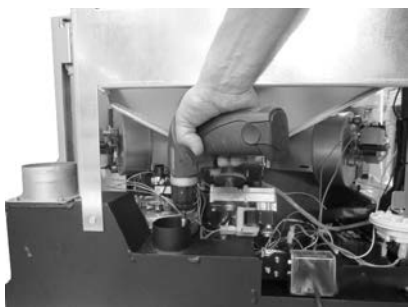
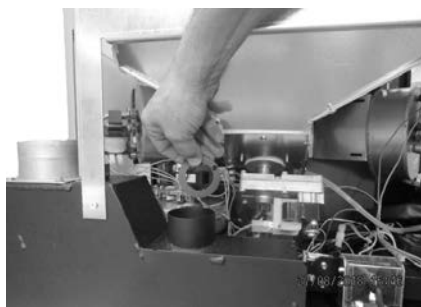

Fig. 12 - Faza 1
Fig. 13 - Faza 2
- Usunąć pierścien w złączce powietrza spalania (patrz **Fig. 12** i **Fig. 13**).